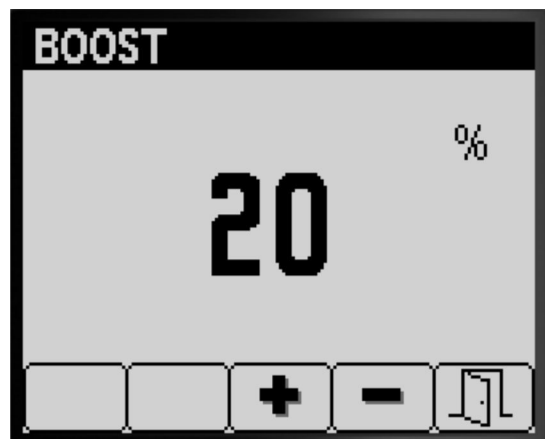

Bild 9
- Drücken Sie Taste 4, um die Einstellung „Boost %“ auszuwählen (Bild 9).
- Drücken Sie die Taste 3 oder 4, um die prozentuale Dosierungsverstärkung zu erhöhen oder zu verringern (Bild 9).